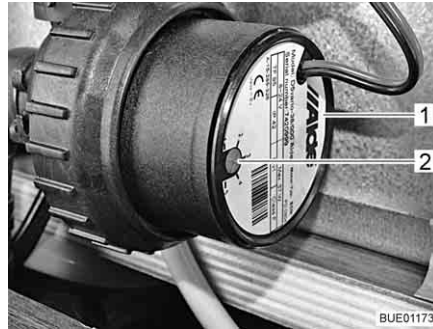

Fig. 171 Réduction de la vitesse de rotation
Le bouton tournant (Fig. 171,2) permet de régler la vitesse de rotation du circulateur. Une faible vitesse de rotation réduit les bruits de fonctionnement de la pompe.
Le bouton tournant se trouve sur le circulateur (Fig. 171,1).
- Tourner le bouton tournant (Fig. 171,2) dans le sens inverse des aiguilles d'une montre. La puissance est réduite.